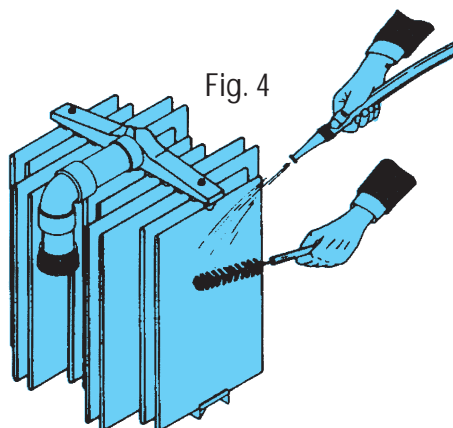

Fig. 4
a) A l'aide d'un tuyau d'arrosage et d'une brosse souple (écouvillon) nettoyer les toiles (Fig. 4).